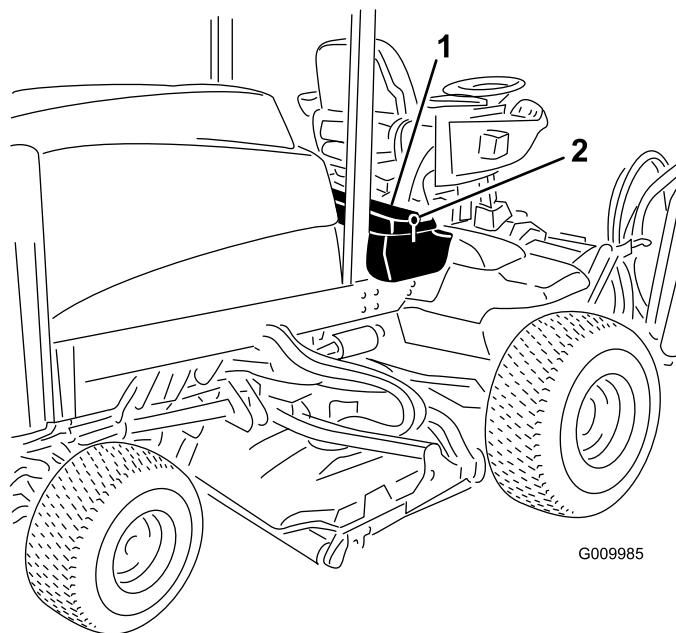
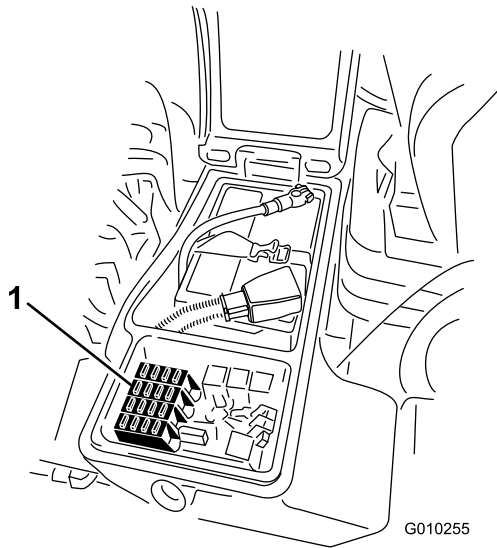

Figura 61
Figura 62
1. Afloje el cierre de la tapa de la caja de almacenamiento derecha, y levante la tapa (Figura 61).
1. Abra el cierre de la tapa de la caja de almacenamiento derecha y levante la tapa (Figura 61) para tener acceso al bloque de fusibles (Figura 62).
2. Cambie el/los fusibles fundidos según sea necesario (Figura 62).
3. Cierre la tapa de la caja de almacenamiento derecha y sujete la tapa con el cierre (Figura 61).